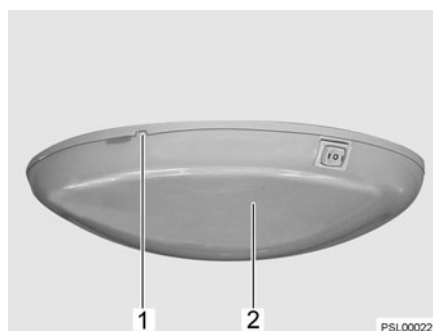

Fig. 248 Lámpara de techo
- Sacar la tapa (Fig. 248,2) con cuidado, haciendo palanca en la muesca (Fig. 248,1) con una herramienta apropiada (p. ej. destornillador) y retirarla.